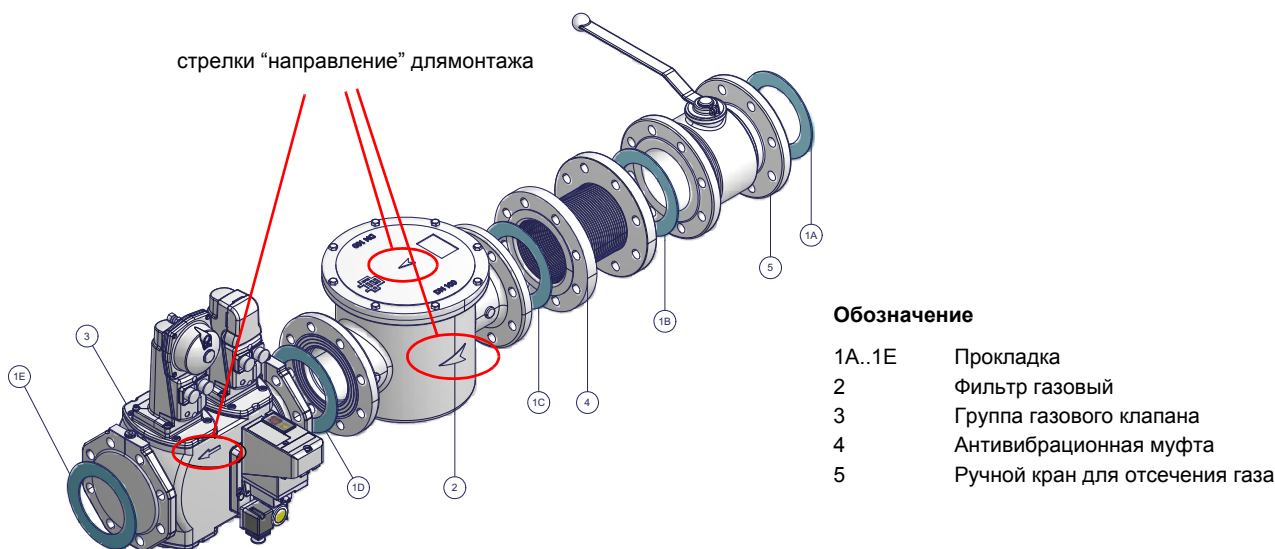

Рис. 2 - Пример газовой рампы
- 1 - б) при фланцевых соединениях: между соседними компонентами устанавливать прокладку (1A..1E - Рис. 2), совместимую с используемым газом,
ВНИМАНИЕ: после монтажа газовой рампы согласно схеме на Рис. 2, необходимо провести тестирование на герметичность
ВНИМАНИЕ: после монтажа газовой рампы согласно схеме на Рис. 2, необходимо провести тестирование на герметичность газового контура, согласно требований действующих нормативов.